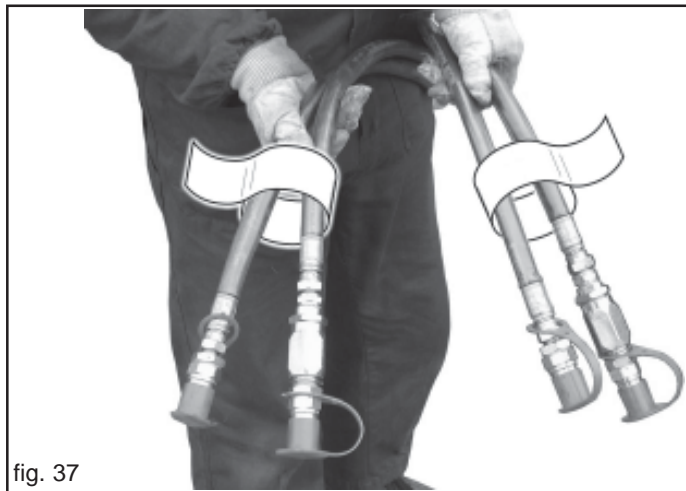

fig. 37
- 4) Die öldynamischen Schläuche unter Befolgen der an jedem Schlauch angebrachten Anleitungen korrekt an den Verteilern des Schleppers anschließen (Abb. 37).